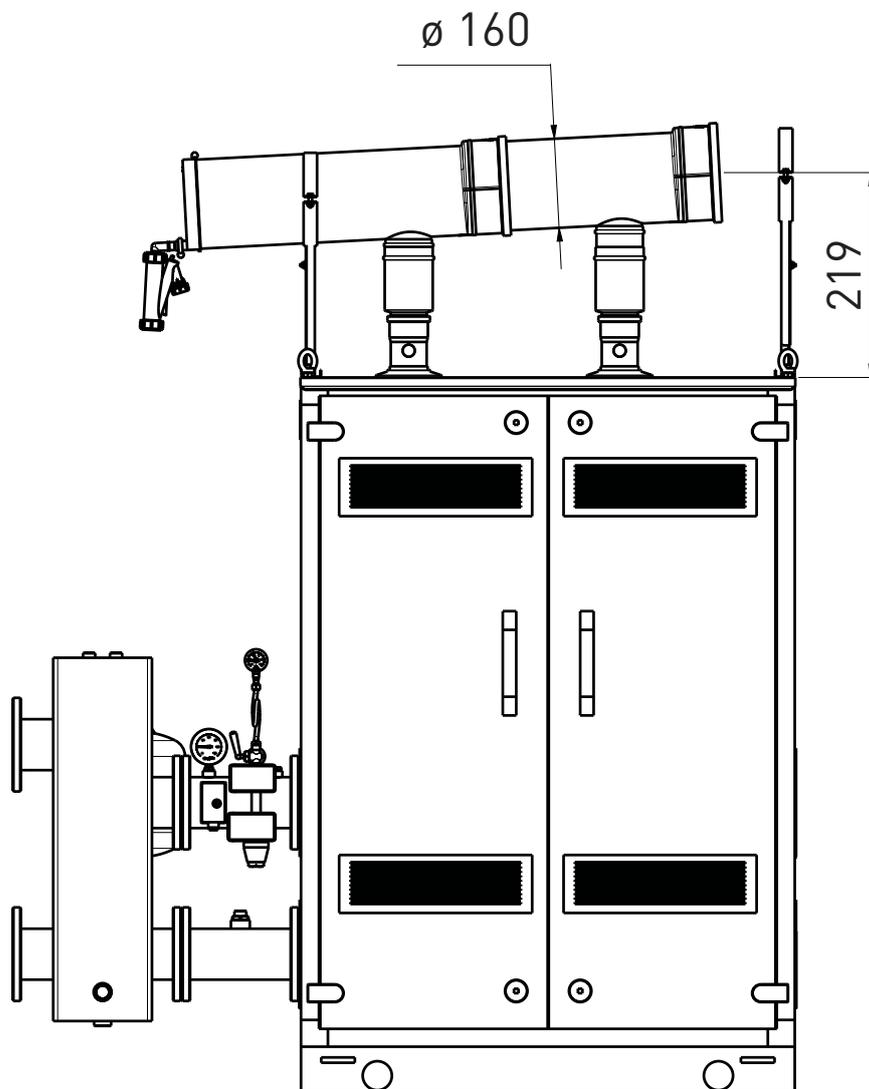

Fig. 6
**2.7 KIT COLLECTEUR FUMÉES POUR INSTALLATIONS A COUVERT (fig. 6)**
ter les figure 6. Les solutions indiquées possèdent un collecteur de fumées avec une sortie placée soit à droite des modules. Il est toutefois possible d'amener la sortie à gauche, simplement en faisant